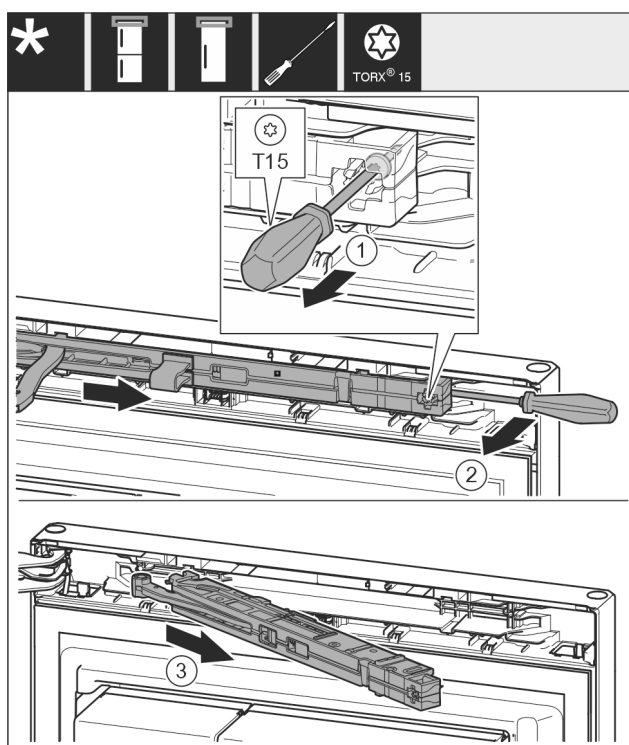

Fig. 13
- Odvijte vijak Fig. 13 (1) na enoti blažilnika za zapiranje vrat z izvijačem 14 mm.
- Dvignite enoto blažilnikov Fig. 13 (2) na strani ročaja z izvijačem v smeri naprej.
- Izvlecite enoto blažilnikov Fig. 13 (3).